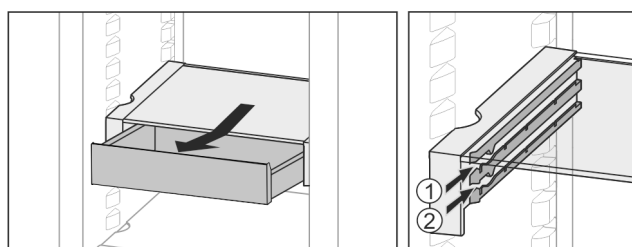

Fig. 25
- ▶ Vstavite ga na poljubni višini Fig. 25 (1) ali Fig. 25 (2).